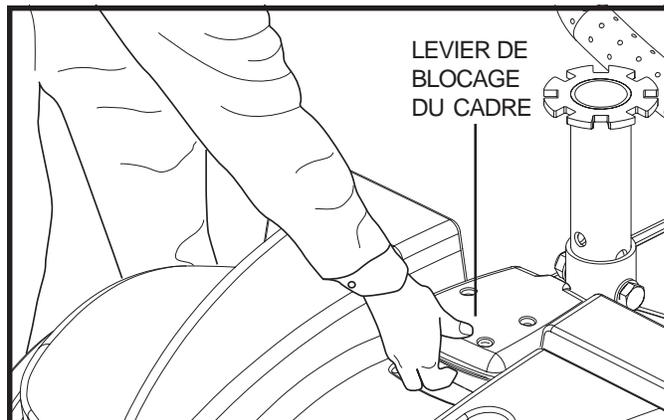

Figure 22. Levier de blocage du châssis
3. Relevez le levier de blocage du châssis. Voir la figure 22.